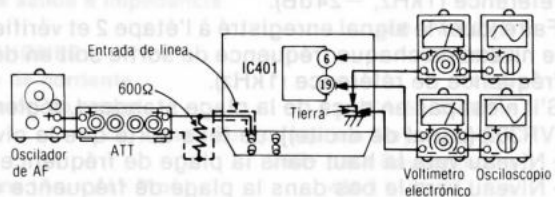

Fig. 9
1. La conexión del equipo de prueba se muestra en la Fig. 9.
3. Ajustar mediante atenuador de manera que la salida entre terminal ⑥ (CH-I) {terminal ⑩ (CH-D)} de IC401 y tierra sea 12,3mV.